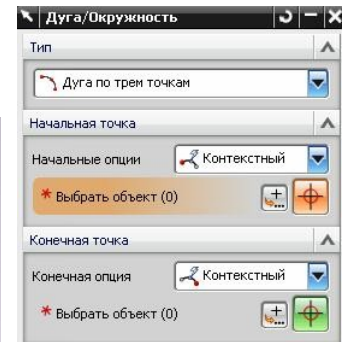

рис.48
- Диалоговое окно этой команды представлено на рис. 48.